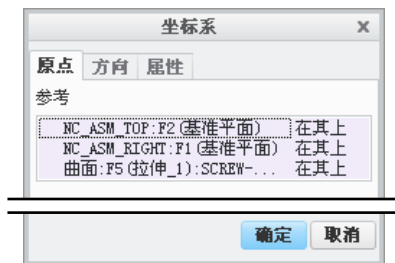
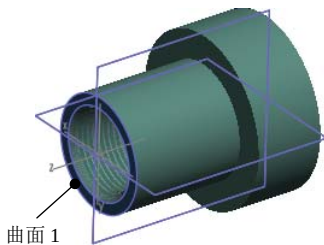

图 5.5.4 “坐标系”对话框
图 5.5.5 创建坐标系
Step3. 设置机床坐标系。在“操作”操控板中单击 **基准** 按钮 ，在弹出的菜单中选择 **✕** 命令，系统弹出图 5.5.4 所示的“坐标系”对话框。按住 **Ctrl** 键依次选择 NC_ASM_TOP:F2(基准平面)、NC_ASM_RIGHT:F1(基准平面)和图 5.5.5 所示的曲面 1 作为创建坐标系的三个参考平面，最后单击 **确定** 按钮完成坐标系的创建，返回到“操作”操控板。